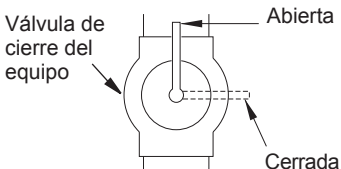

Figura 12 - Válvula de cierre del equipo
1. Cierre la válvula de cierre del equipo (consulte la figura 12).
1. Abra la válvula de cierre del equipo (consulte la figura 12, página 44).